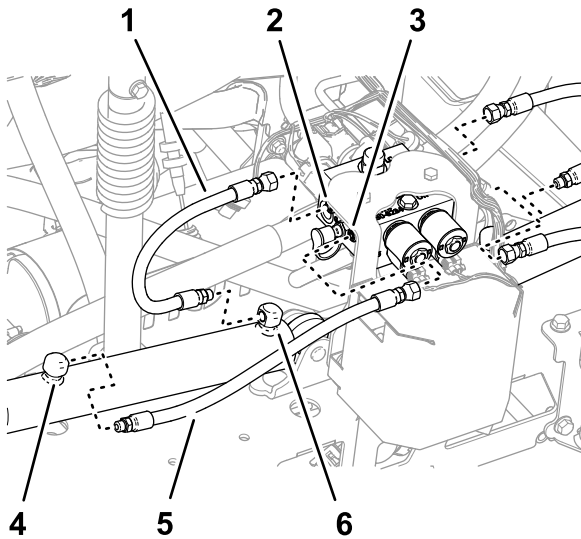

图37
- 从左、右提升油缸的延长端口卸下软管 图37。
2. 从提升油缸歧管的 C2 和 C4 端口卸下软管图37。
3. 从左、右提升油缸的回收端口卸下软管图37。
4. 从提升油缸歧管的 C1 和 C3 端口卸下软管图37。